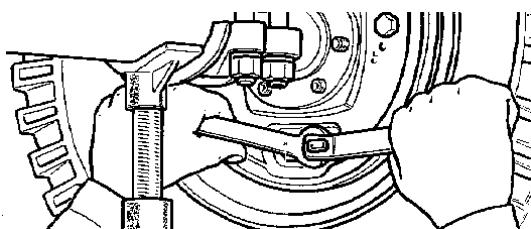

Рис. 13.12. Регулировка тормозных колодок заднего колеса опорными пальцами
3. Нажимая на педаль с постоянным усилием 120-150 Н (12-15 кгс), поверните опорные пальцы так, чтобы концы колодок со стороны пальцев упирались в тормозной барабан (рис. 13.12). Момент соприкосновения колодок с барабаном определите по увеличению сопротивления при поворачивании опорного пальца. В этом положении затяните гайки опорных пальцев, следя за тем, чтобы при этом не повернулись пальцы. Момент затяжки гаек 43 - 61 Н·м (4,3 - 6,1 кгс·м).